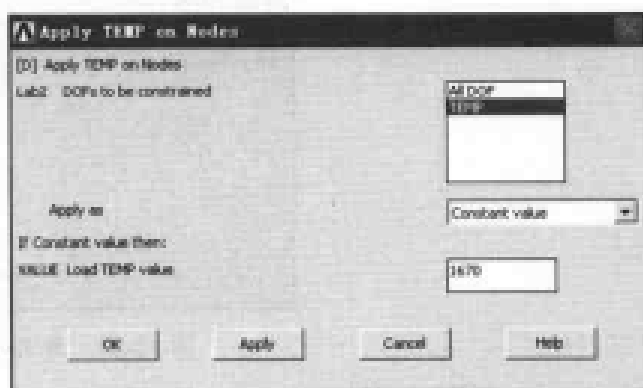

图 12-58 施加温度载荷对话框
(5) 选择 Utility Menu | Select | Entities 命令, 出现 Select Entities 对话框。在第 1 个下拉列表框中选择 Nodes 选项, 在第 2 个下拉列表框中选择 Attached to 选项, 在第 3 个选项组中选 Areas,all 单选按钮, 在第 4 个选项组选中 From Full 单选按钮, 单击 OK 按钮关闭该对话框。
(6) 选择 Main Menu | Solution | Define Loads | Apply | Thermal | Temperature | On Nodes 命令, 出现 Apply TEMP on Nodes 菜单, 单击 pick all 按钮, 出现 Apply TEMP on Nodes 对话框。在 Lab2 DOFs to be constrained 列表框中选择 TEMP 选项, 在 VALUE Load TEMP value 文本框中输入 1670, 如图 12-58 所示。单击 OK 按钮关闭该对话框。